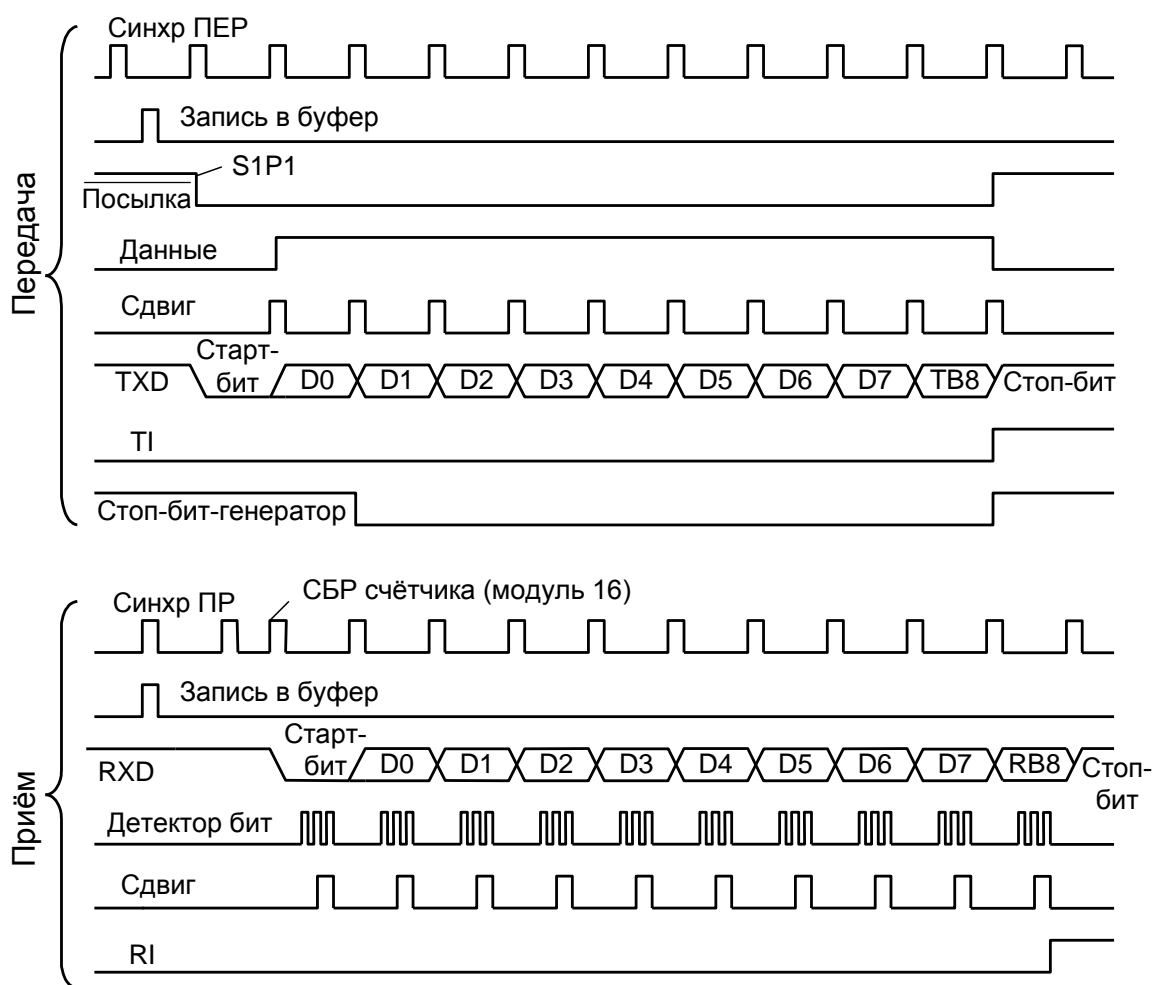

Рис. 17. Временная диаграмма работы UART в режимах 2 и 3
Режимы 2, 3. Через вывод TXD UART передаёт или с вывода RXD принимает 11 бит: старт-бит (0), 8 бит данных, программируемый девятый бит и стоп-бит (1). На временной диаграмме (рис. 17) показана работа UART при передаче и приёме данных в режимах 2 и 3. Как видно, режимы 2 и 3 отличается от режима 1 только наличием девятого программируемого бита. Вследствие этого несколько изменяются условия окончания цикла приёма: блок управления приёмником сформирует управляющий сигнал *Загрузка буфера*, загрузит RB8 и установит флаг RI только в том случае, если в последнем такте сдвига выполняются два условия: бит $RI = 0$ и либо $SM2 = 0$, либо значение принятого девятого бита данных равно 1 [1].